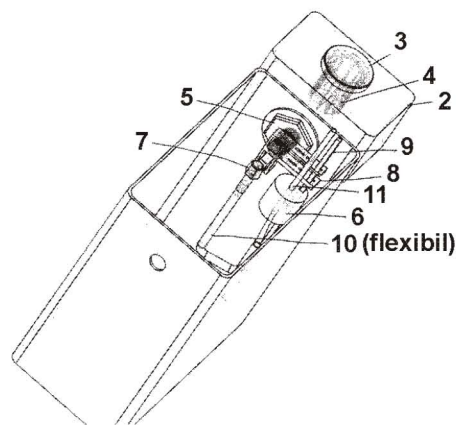

Fig. 1
- fig 1 - privire de ansamblu a inventiei montate pe un rezervor wc standard